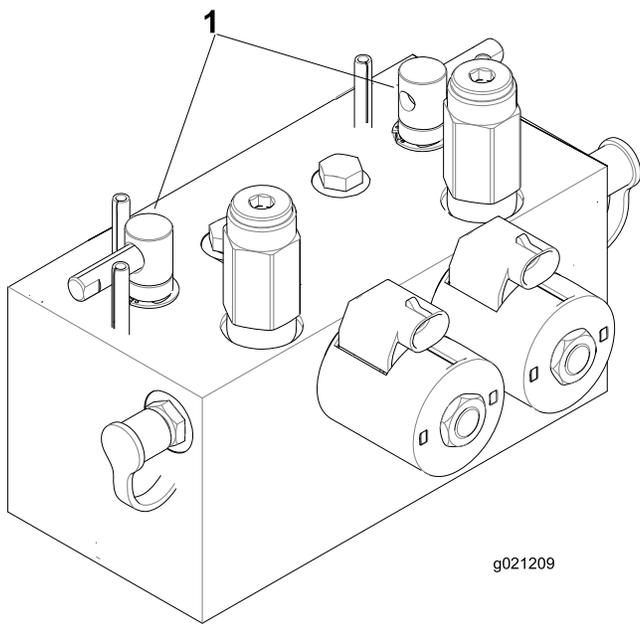

图75
2. 松开并提起座椅，露出倒磨控制杆（图75）。
5. 选择前、后或同时两个倒磨控制杆，确定哪个装置需要倒磨（图75）。